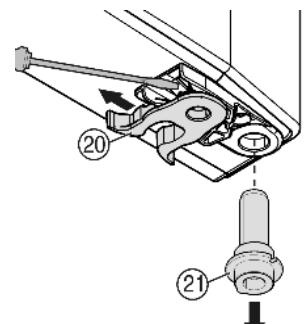

Fig. 8
- переставить пружинный зажим Fig. 8 (20): Нажмите вниз язычок защелки, снимите с него пружинный зажим.
- Извлеките опорный палец Fig. 8 (21) из втулки двери и вставьте вместе с шайбами на противоположную сторону. Язычок защелки должен быть направлен к внутренней стороне двери, паз — к внешней стороне.
- ▶ Поверните нижнюю часть двери и вставьте опорный палец Fig. 8 (21) в опорный кронштейн. При необходимости покрутите опорный палец, чтобы он смог заскочить.